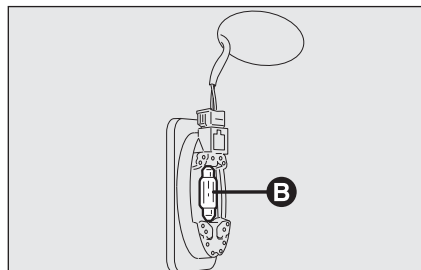

fig. 43
- ❑ sostituire la lampada **B-fig. 43** svincolandola dai contatti laterali accertandosi che la nuova lampada risulti correttamente bloccata tra i contatti stessi;